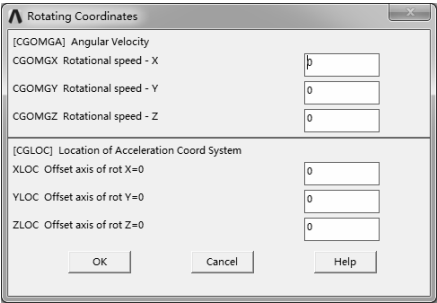

图 10-10 “Rotating Coordinates”对话框
(2) 旋转坐标系统——Rotating Coords 选择“Main Menu>Solution>FLOTTRAN Set Up>Flow Environment> Rotating Coords”命令，弹出“Rotating Coordinates”对话框，可设置旋转坐标系统，如图10-10所示。